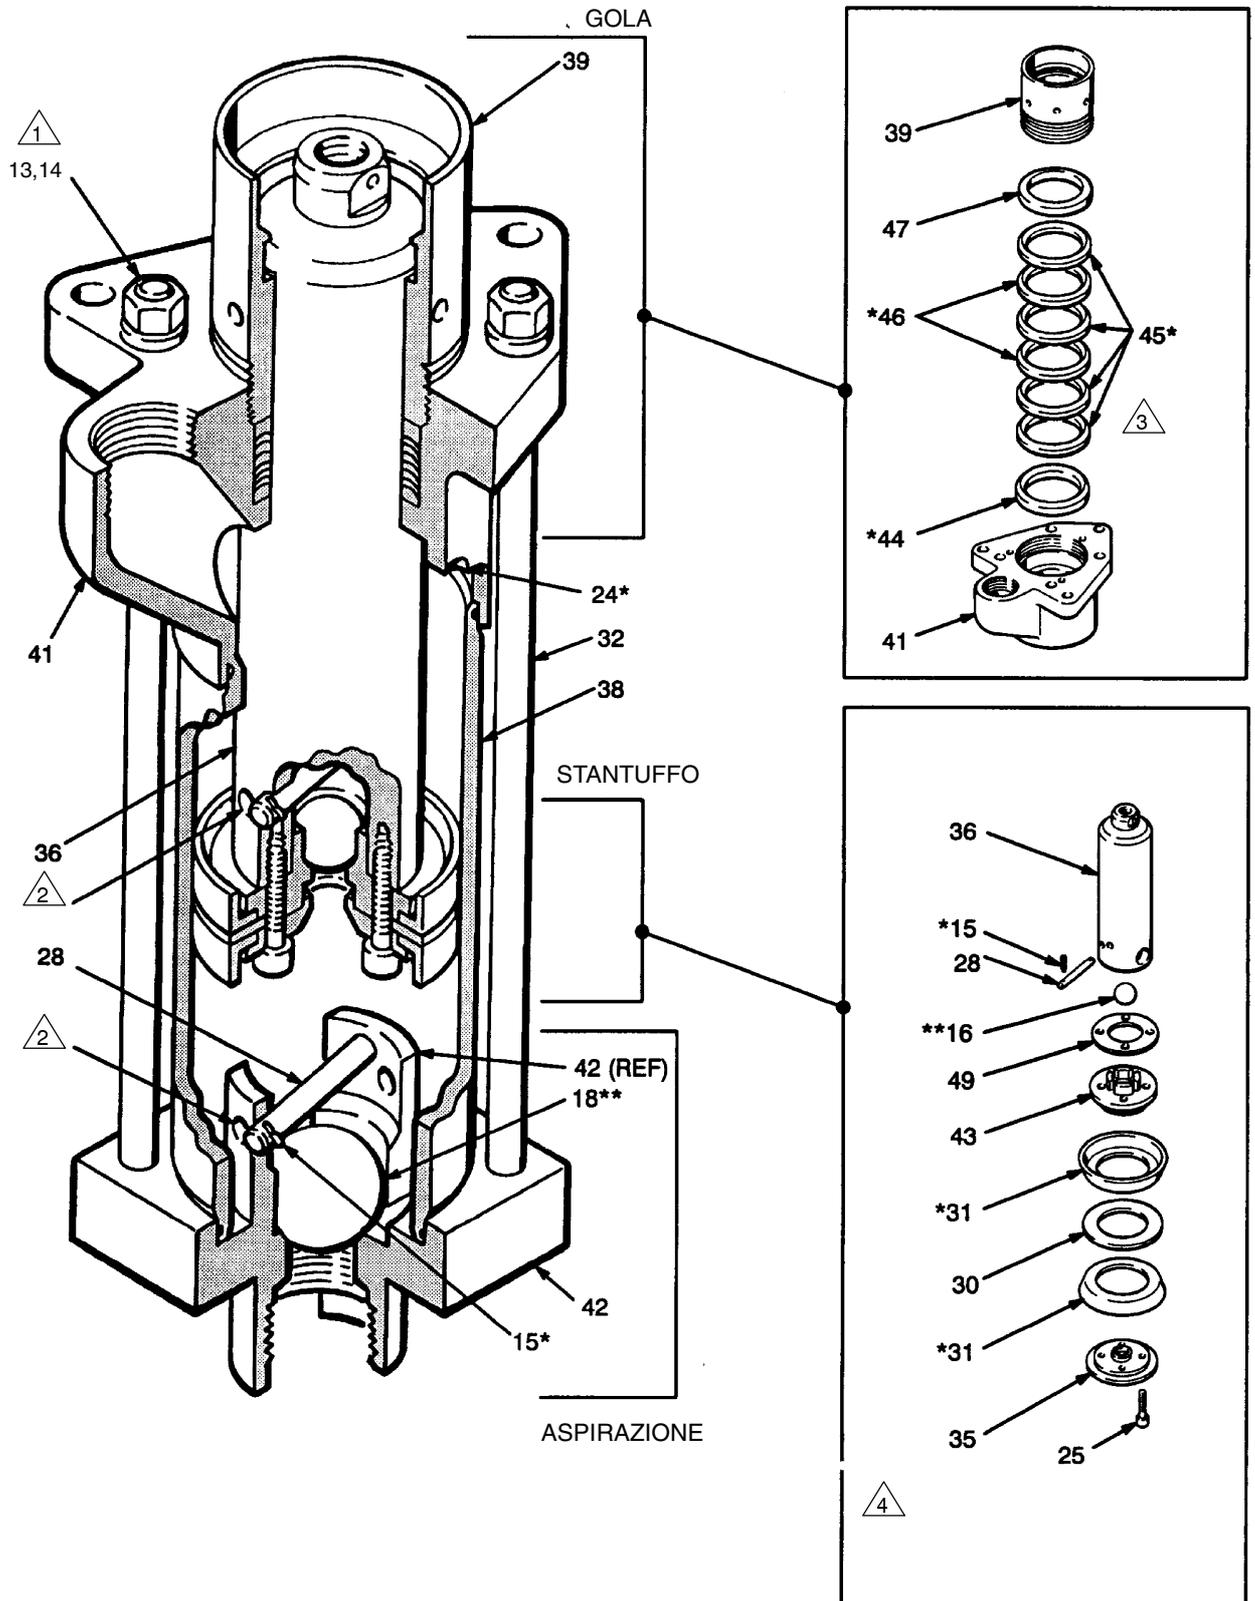

Fig. 2
Valvola di aspirazione (Ved. Fig. 2)
Stantuffo (Ved. Fig. 2)
Guarnizioni della gola (Ved. Fig. 2)
Per pompare minori quantità di fluidi a bassa viscosità oppure per ridurre le fluttuazioni che si formano al momento di inversione della corsa, ridurre la corsa delle sfere (16 e 18). Posizionare i perni (28) in una serie inferiore di fori. Ved. Fig. 2 e fare riferimento alla procedura di smontaggio della pompa sopra riportata.
Per pompare fluidi di maggiore viscosità oppure per incrementare il flusso del fluido, aumentare la corsa delle sfere (16 e 18). Posizionare i perni (28) in una serie superiore di fori. Ved. Fig. 2 e fare riferimento alla procedura di smontaggio della pompa sopra riportata.